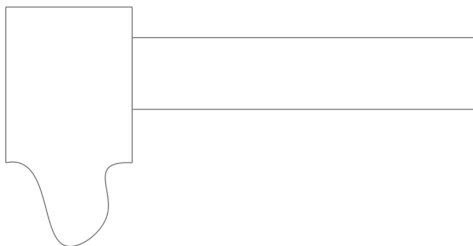

图 2-40 创建样条曲线对象
(4) 依次捕捉合适的端点, 捕捉右下方端点为终点, 按【Esc】键退出, 即可创建样条曲线对象, 退出草图绘制环境, 效果如图 2-40 所示。